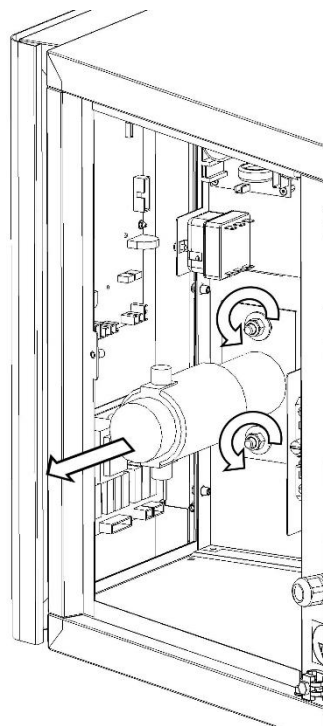

Fig.14B
5. Die Montagemuttern der Unterlage lösen, den Motor herausnehmen und austauschen (Abb.14B).